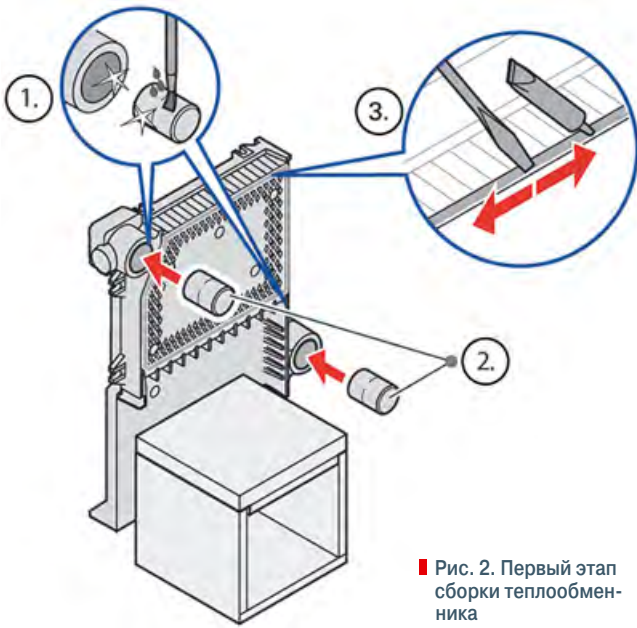

Рис. 2. Первый этап сборки теплообменника
8. Установите оставшуюся часть теплообменника так, чтобы было удобно соединить его с новой секцией. Если теплообменник разобран полностью, то необходимо опереть тыловую секцию о специальную подставку (рис. 2). В качестве подставки можно использовать, например, деревянную доску.
9. Смажьте новые nipples суриковой смазкой и установите на место демонтированных (на рис. 2 пункт 1), тщательно следя за правильностью их расположения и предварительно очистив гнездо посадки.